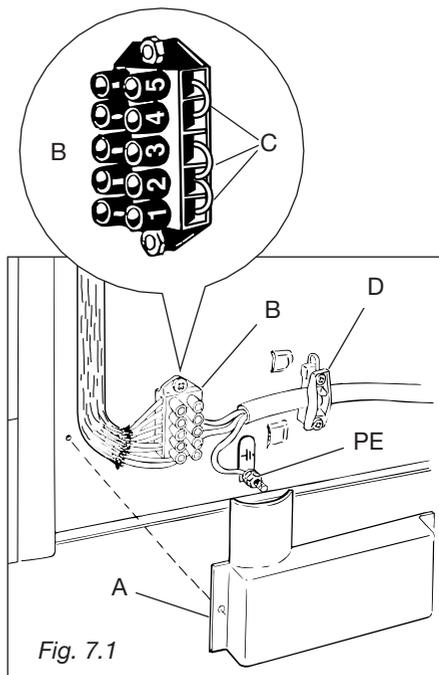
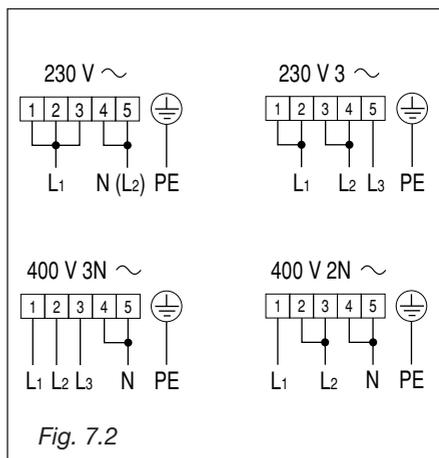

Fig. 7.1
Fig. 7.2
- Svitare le viti di fissaggio della protezione **A** dietro la cucina (fig. 7.1).
- Posizionare i cavallotti **C** sulla morsettiera **B** (fig. 7.1) secondo lo schema di fig. 7.2.
- Infilare nel fissacavo **D** il cavo di alimentazione di sezione adeguata come descritto nel capitolo "Sezione dei cavi di alimentazione" (fig. 7.1).